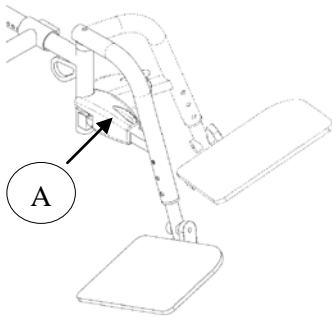

Figure 26 - Escamoter l'appui-pied
2. Faire pivoter l'appui-pied vers l'extérieur ou l'intérieur de la base (figure 26);